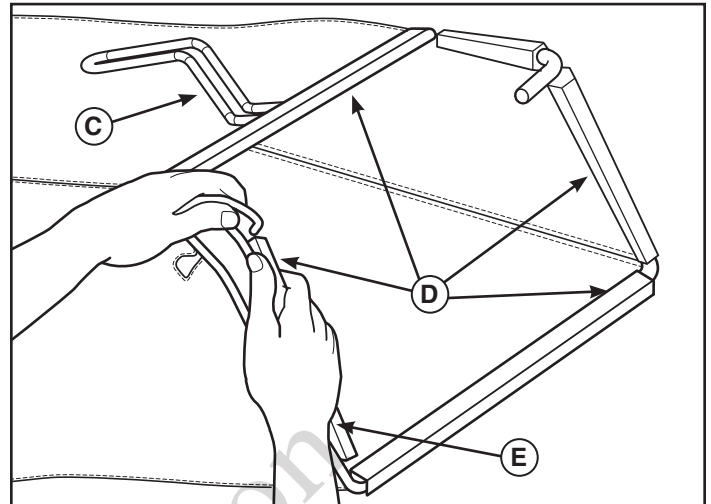

Figure 4
1. Insérez le cadre du sac à herbe dans le sac en disposant en bas le fond rigide du sac. Assurez-vous que la poignée du cadre (C, Figure 4) soit à l'extérieur du sac et dirigée vers le haut.
2. Attachez d'un coup sec les pattes de fixation en vinyle (D) qui se trouvent au-dessus de chaque barre de l'ouverture du cadre (E).